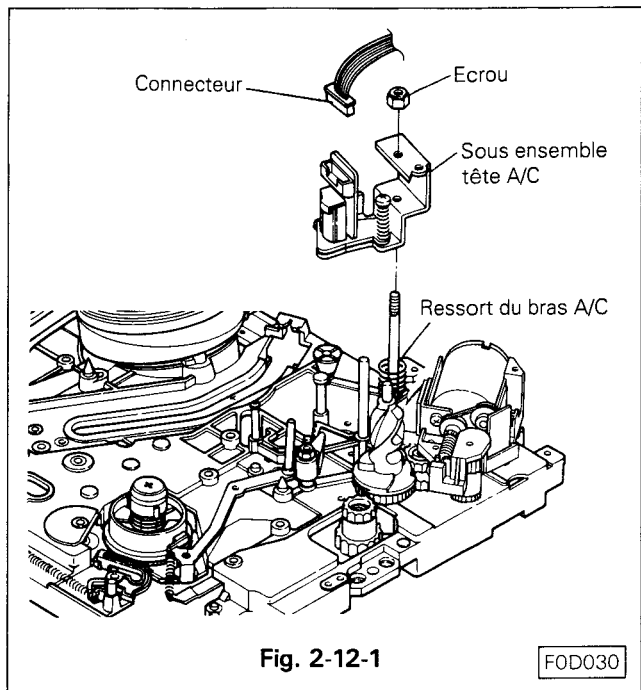

Fig. 2-12-1
2-12-1 DEMONTAGE (Voir Fig. 2-12-1 et 2-12-2)
2-12-2 REMONTAGE (Voir Fig. 2-12-1 à 2-12-3)
- Remettre le sous-ensemble A/C sur son axe tout en tournant le ressort A/C de bras de 60° dans le sens contraire des aiguilles d'une montre. (Voir Fig. 2-12-1)
- Resserrer l'écrou de fixation du sous-ensemble A/C de manière à ce que la base soit environ à 7mm au-dessus de la platine mécanique. (Voir Fig. 2-12-1)